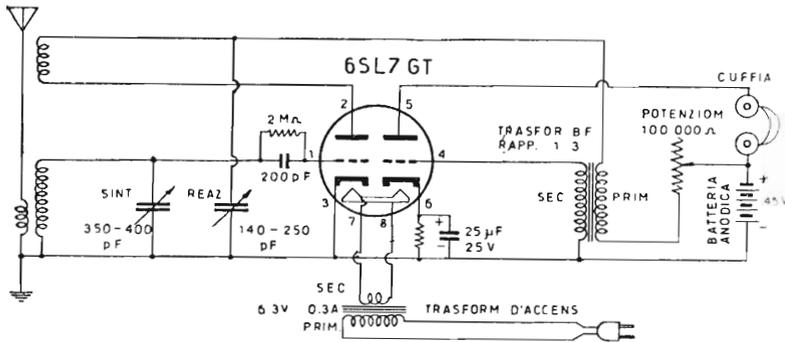

Fig. 13.22. — Apparecchietto con la valvola multipla 6SL7 GT e trasformatore d'accensione.
**Apparecchio con 6SL7 GT.** — Anche la valvola doppia (due triodi) 6SL7 GT si presta bene per un apparecchietto ad una valvola. Lo schema adatto è quello di fig. 13.22. La bobina può essere quella